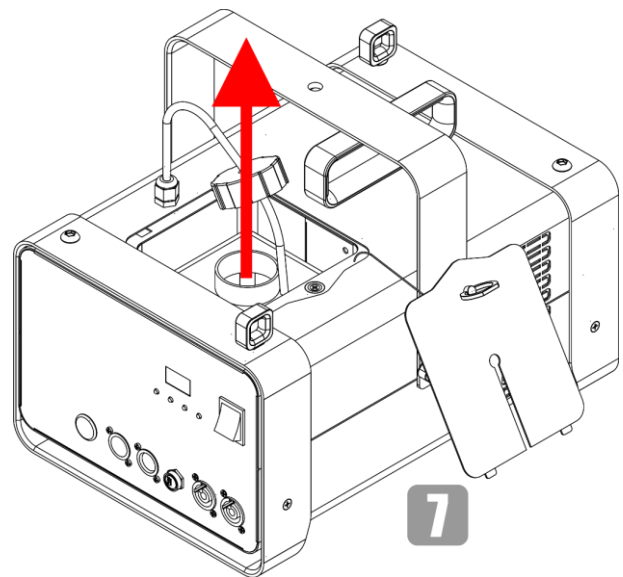

Abb. 14
- 07) Entnehmen Sie den Flüssigkeitsbehälter (Abb. 14).